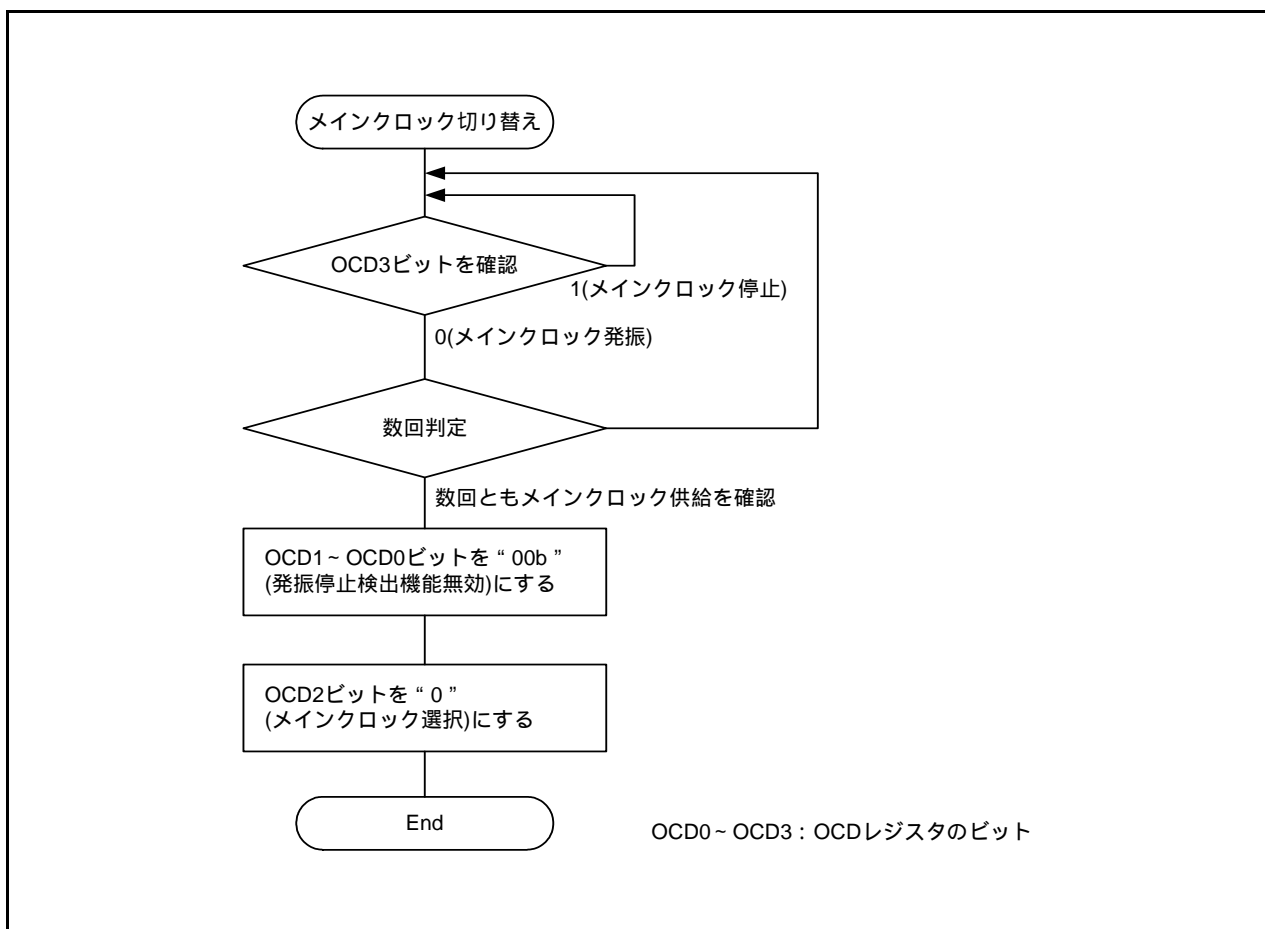

図 9.8 低速オンチップオシレータからメインクロックへの切り替え手順
- 発振停止後、メインクロックが再発振した場合は、プログラムでメインクロックをCPUクロックや周辺機能のクロック源に戻してください。図 9.8 に低速オンチップオシレータからメインクロックへの切り替え手順を示します。